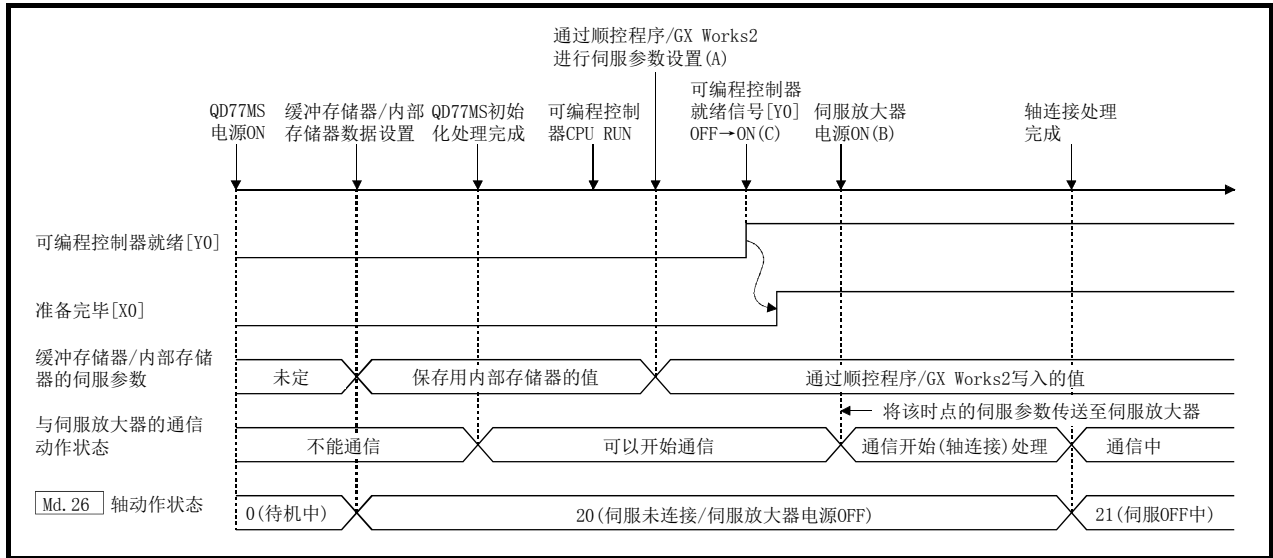

图 7.3 将可编程控制器就绪信号[Y0]置为 OFF→ON 之后启动伺服放大器的情况下
- (2) 将可编程控制器就绪信号[Y0]置为 OFF→ON(图 7.3(C))之后将伺服放大器的电源置为 ON 的情况下
与伺服放大器的通信开始时机：伺服放大器启动时(图 7.3(B))
传送的伺服参数：在可编程控制器就绪信号[Y0]ON 之前通过顺控程序/GX Works2 写入的数据(图 7.3(A))